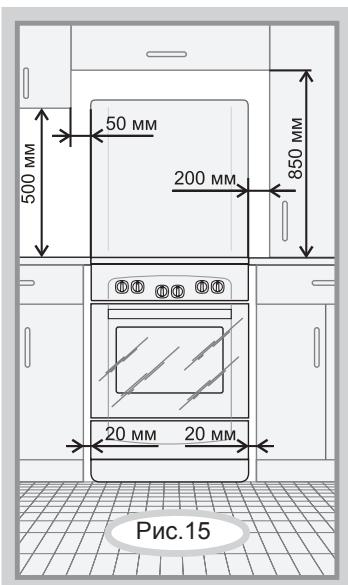

Рис.15
- Минимальные расстояния, которые необходимо выдержать при установке плиты, показаны на рис.15. Задняя стенка плиты должна отстоять от поверхности стены не менее чем на 50 мм.